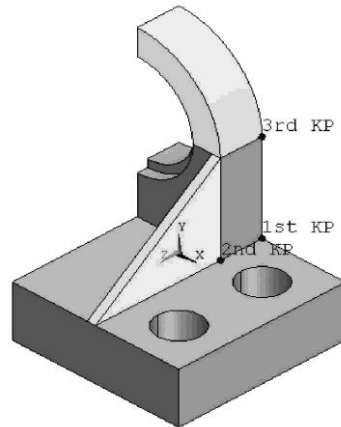

Рисунок 4.2 – Завдання положення робочої площини (WP) за трьома точками
- Вкажіть три крапки, як показано на рис. 4.2, потім [OK].